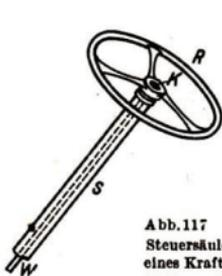

Abb. 117
4. Im Kraftwagen - Wellrad. Wir sitzen am Steuer eines Kraftwagens; vor uns steht die sog. Steuersäule (Abb. 117), die eine um ihre Längsachse drehbare Welle, die Steuerwelle, umschließt. Mit der Steuerwelle ist ein Rad, das Steuer- rad, fest verbunden. Die Drehung des Steuerrades wird durch die Steuerwelle auf den eigentlichen Steuermechanismus übertragen. Eine solche feste Verbindung von Rad und Welle nennt man ein *Wellrad*. Denkt man sich Radkranz und alle Speichen bis auf eine verschwunden und an der übriggebliebenen Speiche einen Handgriff befestigt, so erhält man eine *Kurbel*. Die Kurbel gleicht darum auch in ihrer Wirkung einem Wellrad.